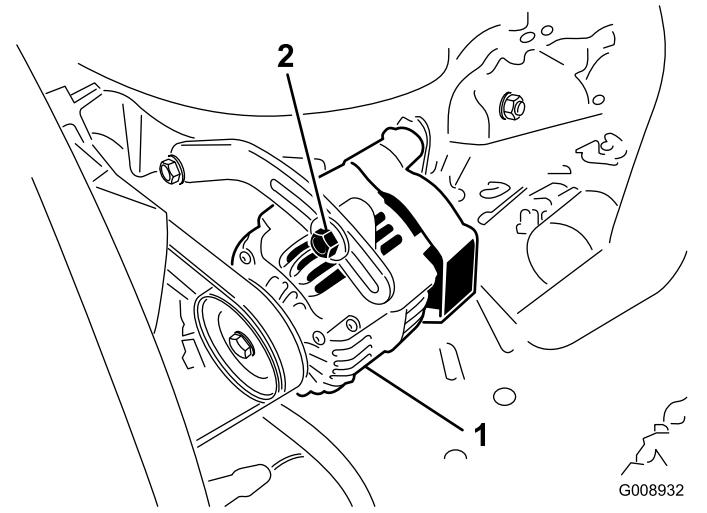

Bild 78
Prüfen Sie den Zustand und die Spannung der Treibriemen (Bild 78) alle 100 Betriebsstunden.
2. Lockern Sie bei einer Durchbiegung von mehr oder weniger als 10 mm die Befestigungsschrauben der Lichtmaschine (Bild 78).